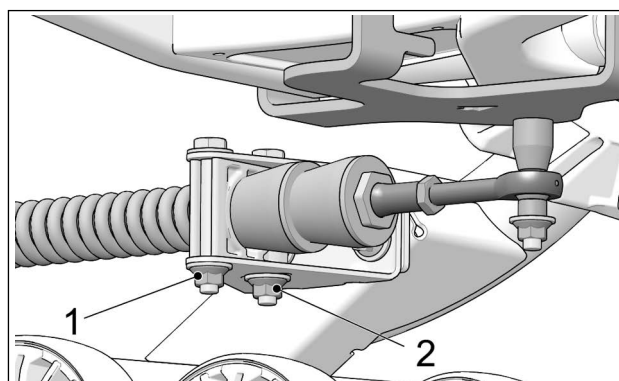

Figure 19
- Resserrer les écrous (1) et (2) de l'ancrage antirotation à un couple 50 N•m [37 lb-pi]. Voir la Figure 19.